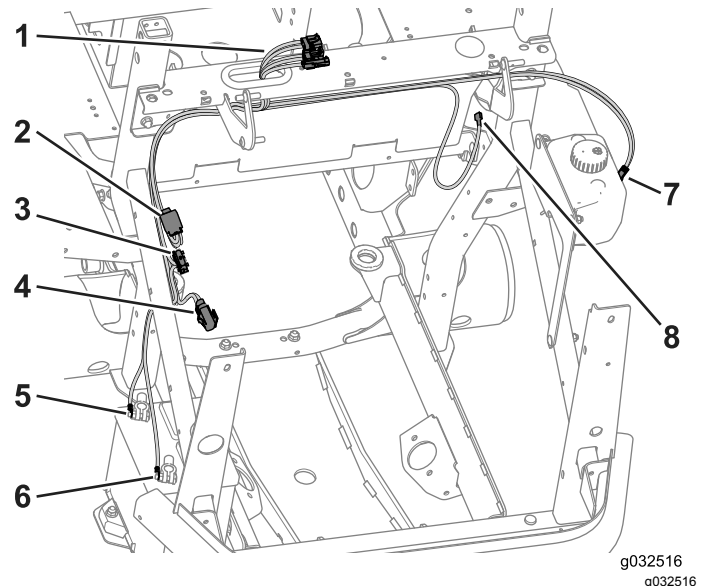

Figura 39
1. Passe os 3 conectores da cabina pelo olhal (Figura 39).
2. Passe o cabo de alimentação auxiliar pelo suporte da estrutura, ao lado do tubo ROPS, e na direção dos controlos do operador (Figura 39).
3. Passe o cabo da lavadora pelo suporte da estrutura, ao lado do tubo ROPS, e na direção da garrafa lavadora (Figura 39).